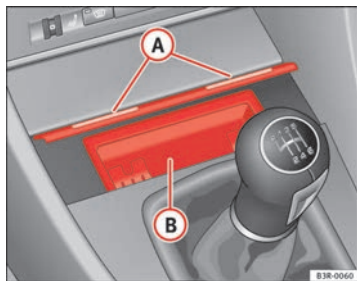

Fig. 133 Console centrale : cendrier ouvert
- Appuyez légèrement sur la moulure avant du cendrier **(A)** ⇒ fig. 133.
- Saisissez le boîtier du cendrier **(B)** ⇒ fig. 133 par les échantures latérales et retirez-le en le tirant vers le haut.